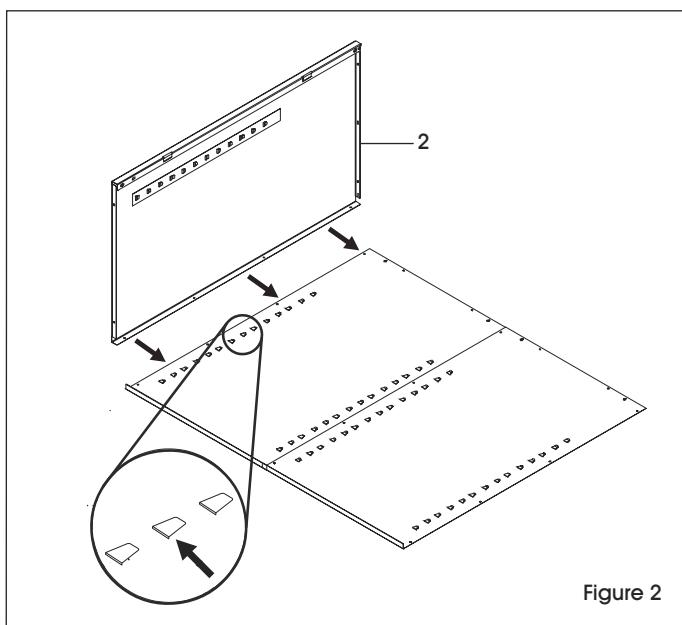

Figure 2
2. Fixez le panneau latéral gauche (2) au panneau arrière en positionnant la bride juste derrière le panneau arrière et en boulonnant le dos et les côtés ensemble. Assurez-vous que les supports de tablette des panneaux arrières et latéraux pointent vers le haut de l'armoire. (Voir Figure 2)